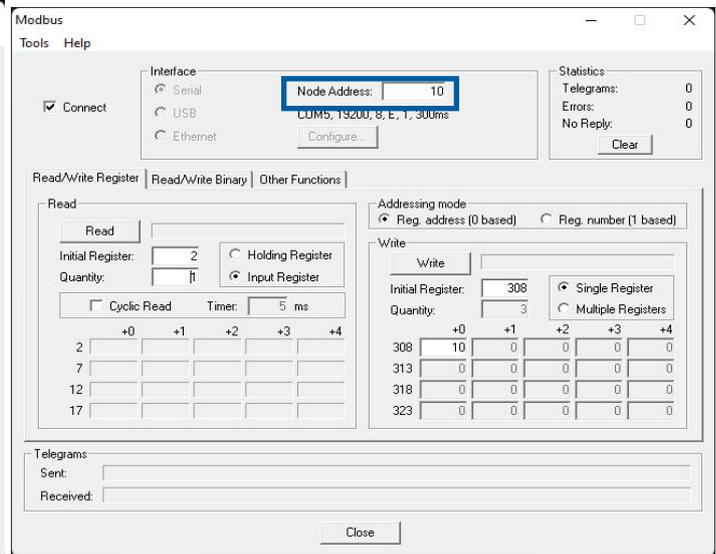

Figura 20 - Verificar comunicação
- Passo 3: Após escrever o novo endereço, o antigo é desabilitado. Insira o novo endereço em Node e verifique a comunicação (Figura 20).